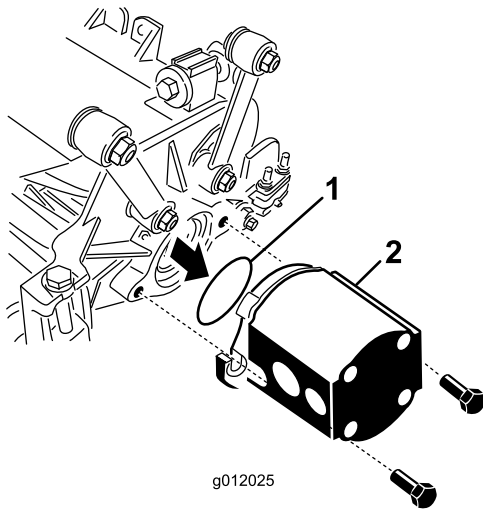

Bild 24
- Setzen Sie den O-Ring (mit dem Mähwerk geliefert) am Bund des Antriebsmotors ein (Bild 24).
- Montieren Sie den Motor am Antriebsende des Mähwerks und befestigen Sie ihn mit den zwei Kopfschrauben, die dem Mähwerk beiliegen (Bild 24).